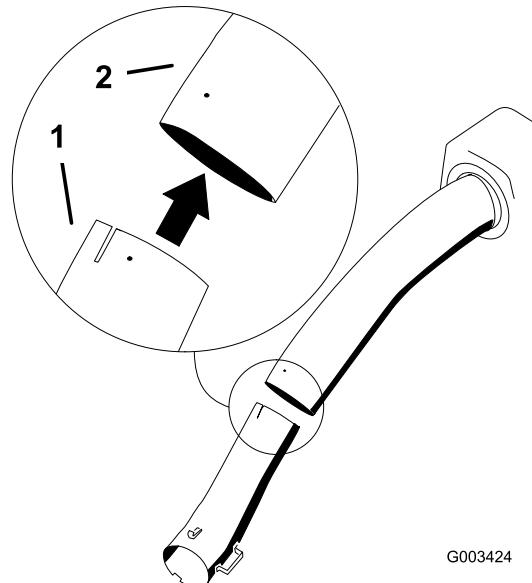

Bild 34
- Setzen Sie das untere Rohr in das obere Rohr ein (Bild 34).